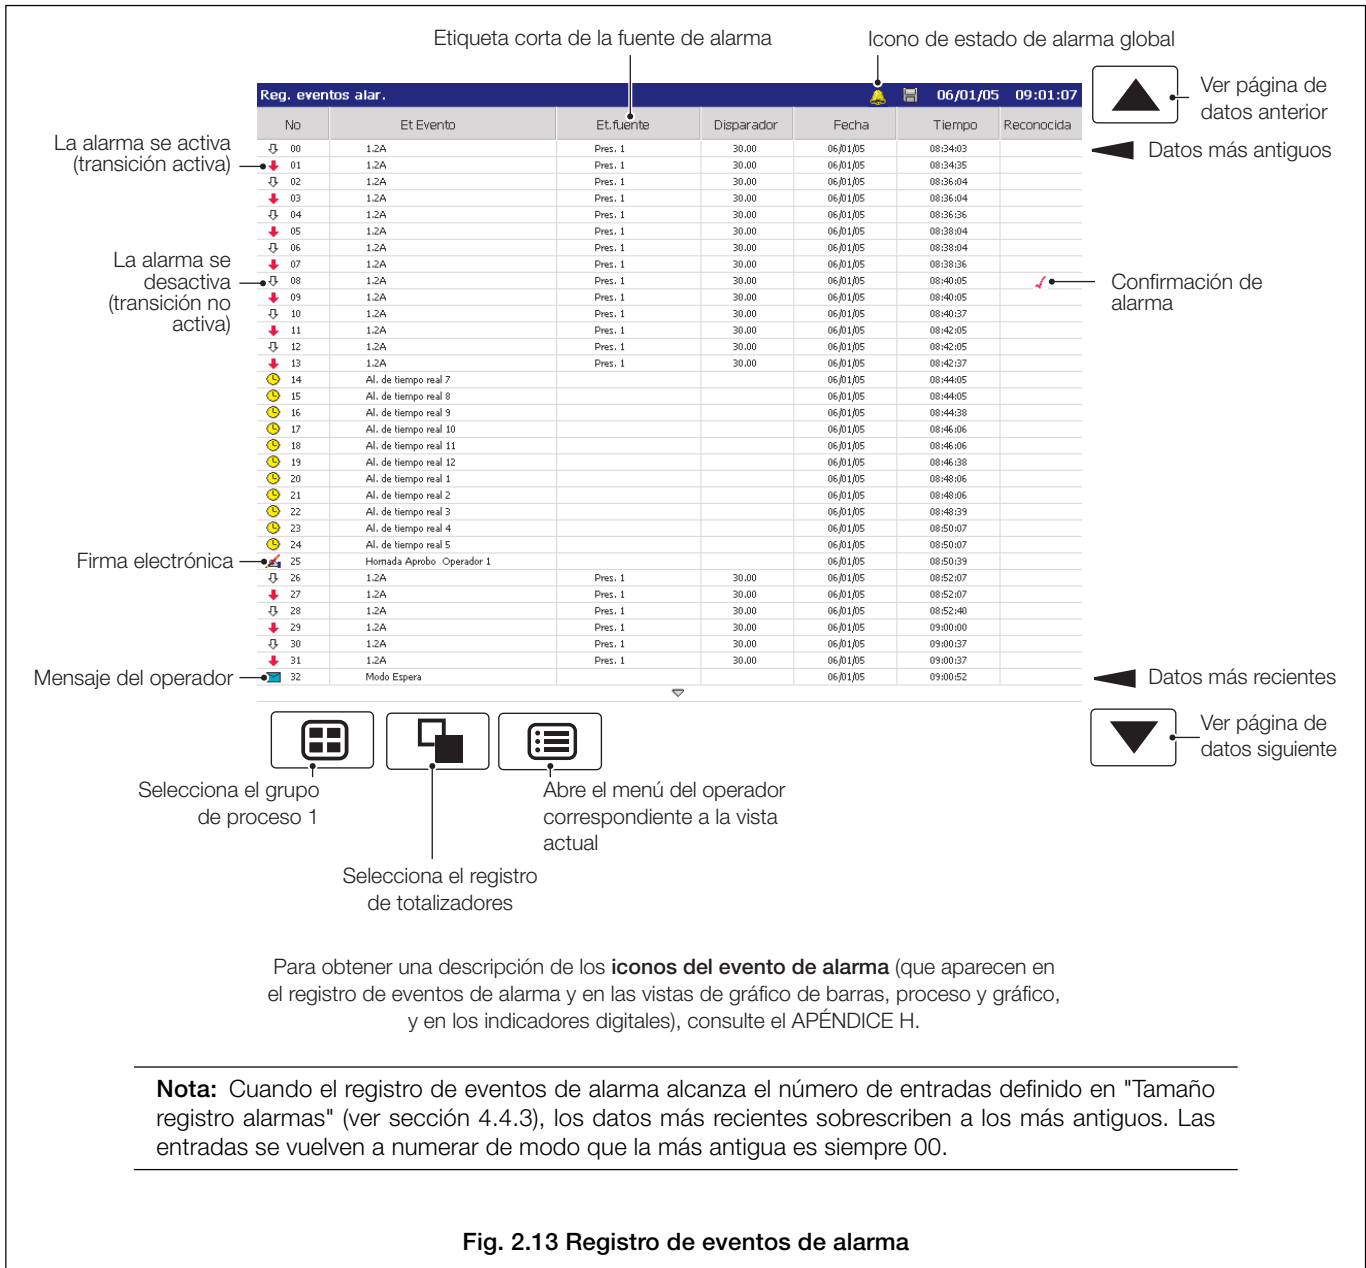

Fig. 2.13 Registro de eventos de alarma
2.9 Registro de eventos de alarma (Fig. 2.13)